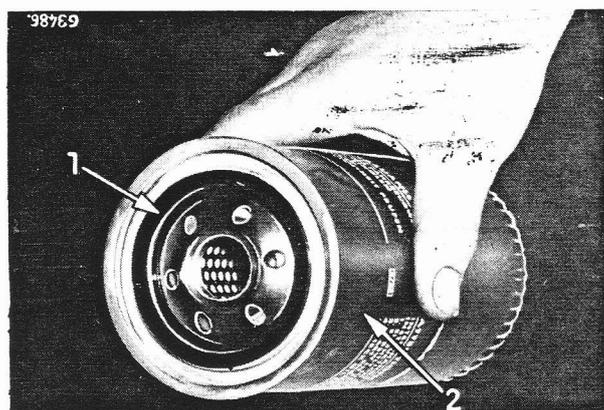

Figure 68 - 1. Joint - 2. Élément.
3. Nettoyez l'extérieur du filtre (2) pour éviter l'introduction d'impuretés dans le circuit de graissage lors du démontage.
5. Montez le filtre neuf en enduisant d'huile moteur son joint (1, fig. 68). Vissez la cartouche à la main. N'utilisez pas d'outil de serrage.